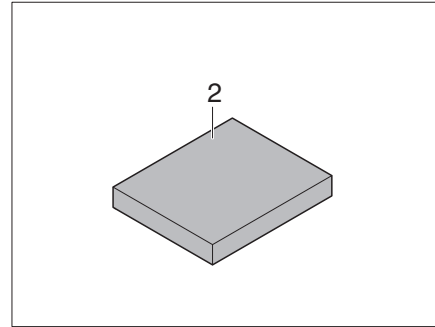

Fig. 188 Cojín adicional
- Poner el cojín adicional (Fig. 188,2) en el centro de la mesa.